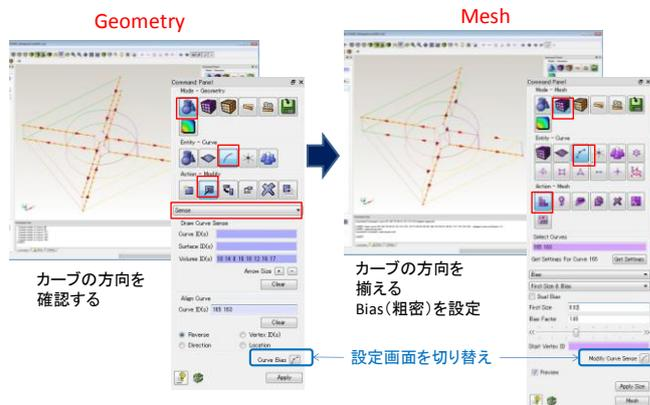

図 3 メッシュ粗密の設定
また Bias 機能を用いて粗密のついたメッシュを作成する場合に推奨される手順としては、① Geometry タブでカーブの方向を揃え、② Mesh タブで Bias の設定をする。両タブ画面の切り換えが容易に行えるよう、相互に切り換えボタンが設けられている (図 3)。